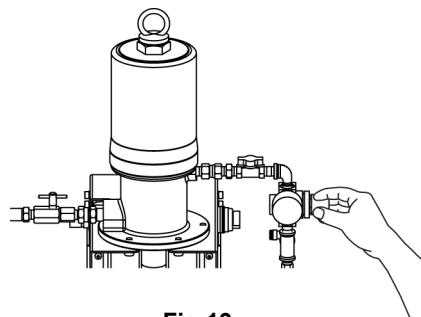

Fig.13
- 2) ポンプ供給用レギュレーターを調整し、ポンプへの供給圧力を0.2~0.7 MPaにセットしてください。(Fig.13)